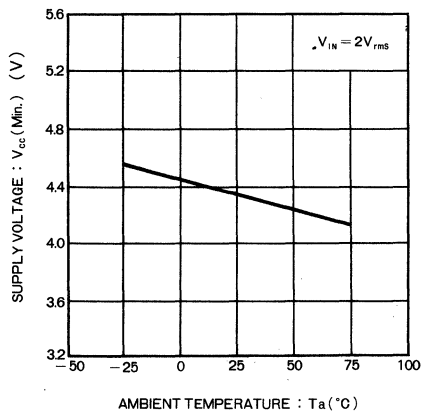

Fig. 6 16 点目点灯限界電源電圧—周囲温度特性
- 2) 16 点目の電源電圧による点灯限界は, 温度により Fig.6 に示すような特性をもっていますので注意してください。